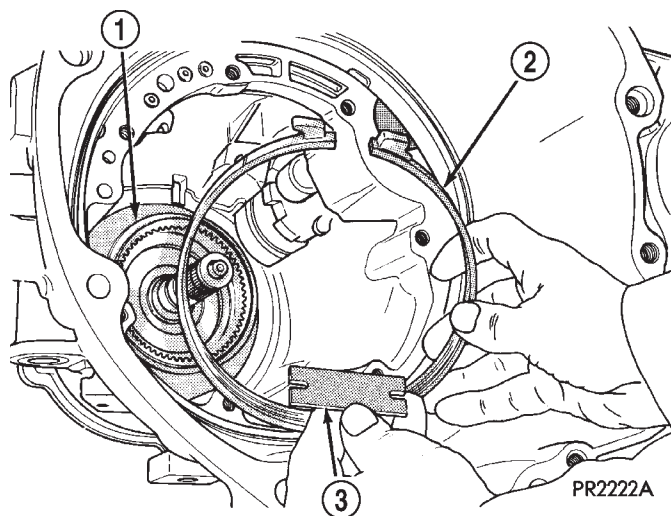

Fig. 43 Correa de baja y marcha atrás, y montante
(42) Retire la correa de baja y marcha atrás (Fig. 43).